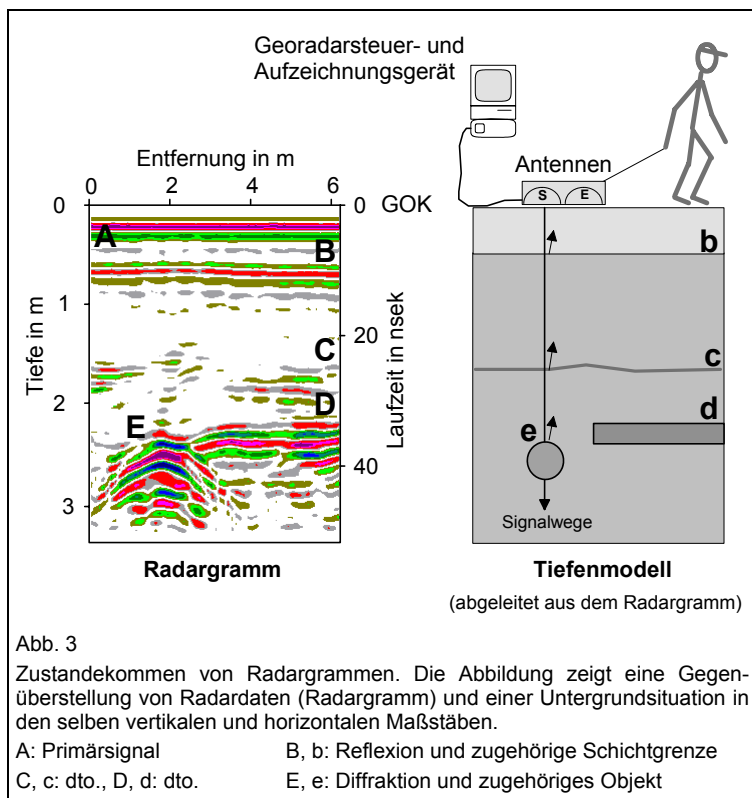

Abb. 3
typische Anwendungsart und Datendarstellung (siehe Abb. 3)
Unverarbeitete Radargramme setzen sich aus dem Primärsignal (Sendesignal plus Oberflächenreflexion, siehe Abb. 3, A), dem Nutzsignal und dem Störsignal zusammen. Die Datenverarbeitung dient der Hervorhebung des Nutzsignals, der Maßstabsentzerrung sowie der Umwandlung der Laufzeit in Tiefenangaben. Bei einfachsten Messungen und klaren Daten kann ggf. auf Datenverarbeitung verzichtet werden. In der Regel ist eine Filterung zur Unterdrückung von stochastischem und kohärentem Rauschen sinnvoll, ohne daß damit der Aufwand zu hoch wird. Wichtig ist auch eine geeignete Darstellung der Radardaten. Verfeinerte Datenverarbeitungsschritte (z.B. Migration, Dekonvolution) erhöhen den Aufwand und sind meist nur bei speziellen Problemstellungen sinnvoll.
- Reflexion* Teil eines Signals, welcher an einer Diskontinuität (Materialwechsel) zurückgeworfen wird (siehe Abb. 3, B)
- Diffraktion* Teil eines Signals, welcher an (im Vergleich zur Wellenlänge) kleinen Objekten oder an Kanten von ausgedehnten Reflektoren gebeugt und zurückgeworfen wird (siehe Abb. 3, E).